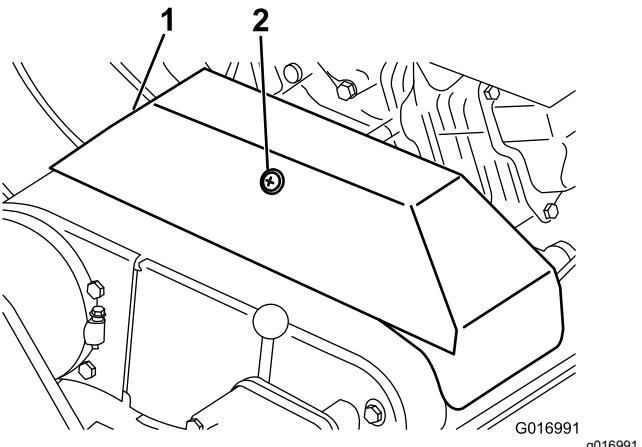

Figura 41
2. Desaperte a fixação que prende a cobertura da correia em V e incline a abertura da cobertura (Figura 41).